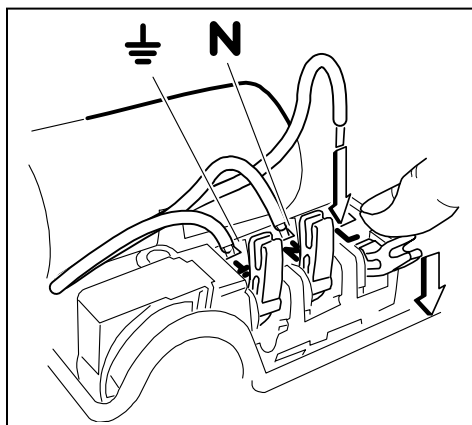

Рис. 5
- Сетевое соединение [фаза (L) – ноль (N) – земля ( $\perp$ )] должно быть выполнено в соответствии с рис. 5.